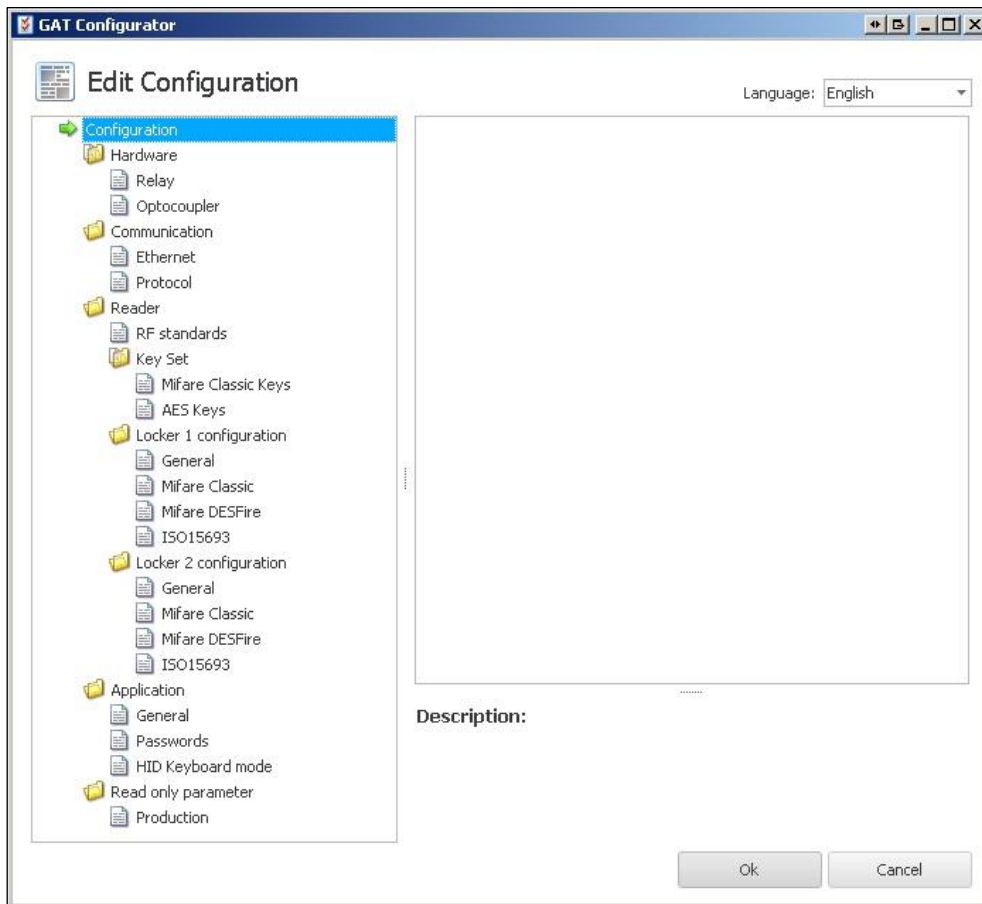

Bild 4.5 – Konfigurationsfenster "GAT Configurator"
- Das Fenster "GAT Configurator" wird geöffnet (Bild 4.5).
- ▶ Klicken Sie im "GAT Configurator" Fenster (Bild 4.5) auf "OK".